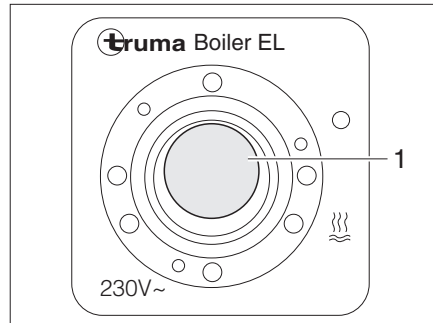

Bild 121 Kippschalter für Truma Boiler (230-V-Elektrobetrieb)
- Den Kippschalter (Bild 121,1) einschalten. Die Kontroll-Leuchte im Schalter leuchtet. Das Wasser im Boiler wird auf 65 °C aufgeheizt.
- Den Kippschalter (Bild 121,1) auf "0" stellen. Die Kontroll-Leuchte im Schalter erlischt.
- An der Bedieneinheit (Bild 120) den Drehschalter (Bild 120,3) auf "○" (Bild 120,4) stellen bzw. den Kippschalter (Bild 121,1) auf "○" stellen.